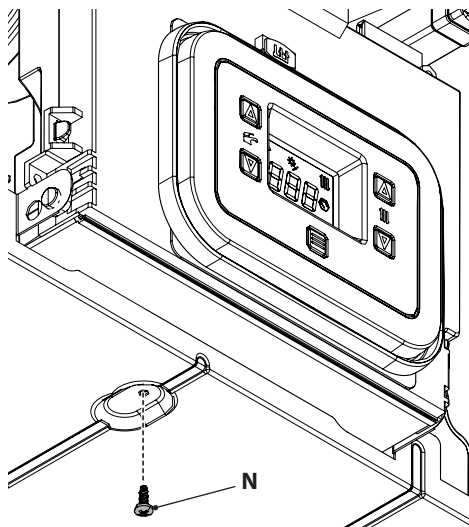

Figura 5.28
- Svitare la vite **N** (Figura 5.28).